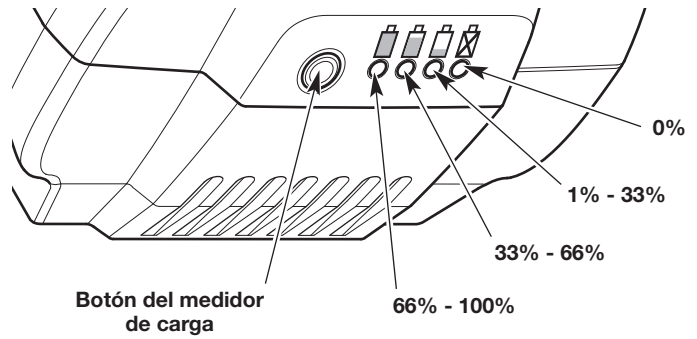

Fig. 13
1. Presione el botón del medidor de carga (Fig. 13).
2. Una o más de las luces del medidor de carga debería iluminarse (Fig. 13). La cantidad y el color de las luces indicarán el nivel actual de carga de la batería: